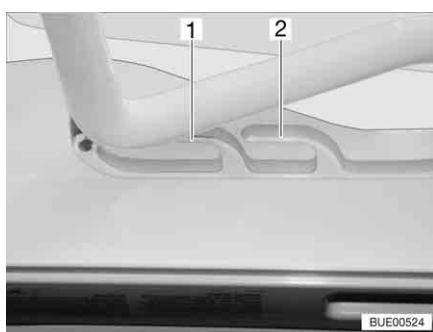
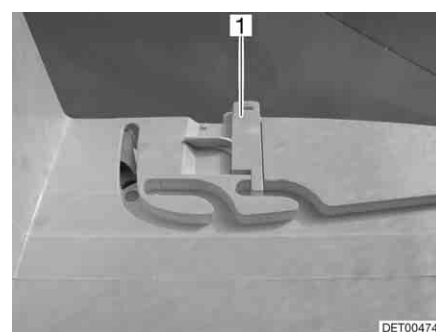

Fig. 97 Claraboya Heki en posición de ventilación
Fig. 98 Bloqueo de la posición de ventilación
La claraboya Heki se puede colocar en dos posiciones de ventilación: Posición de mal tiempo (Fig. 97,1) y posición mediana (Fig. 97,2). Según el modelo, la claraboya podrá ser bloqueada en la posición central con los dos pestillos (Fig. 98,1) a la izquierda y la derecha en el marco de la claraboya.
- Presionar el estribo ligeramente hacia arriba y empujarlo en la guía seleccionada (Fig. 97,1 ó 2) y, si fuera necesario, bloquearlo.